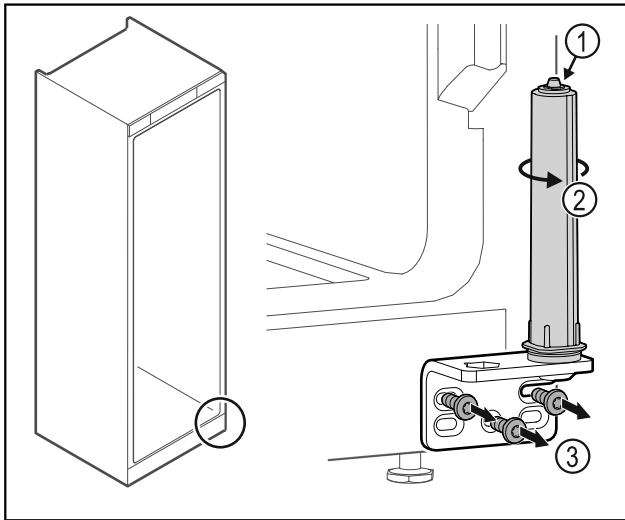

Fig. 34
- ▶ Türschließsystem nicht zerlegen Fig. 34 (1).
- ▶ Schließsystem Fig. 34 (2) drehen, bis es klickt.
- ▶ Scharnierwinkel Fig. 34 (3) abschrauben.